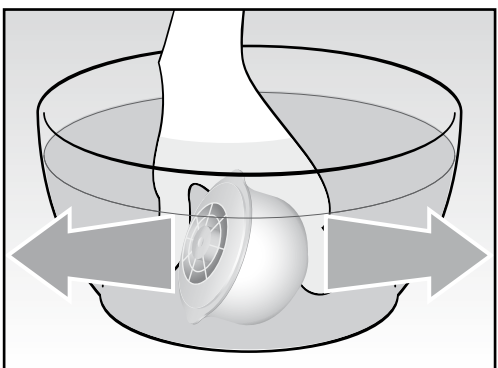
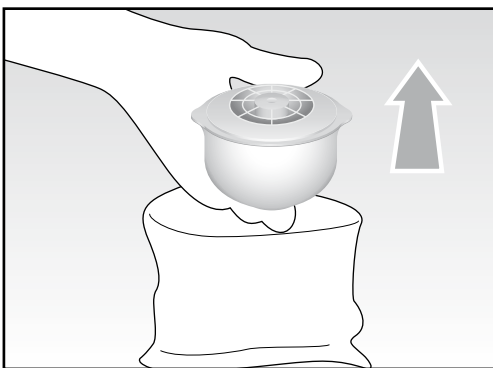

Fig. 8
Fig. 7
- Prepare your filter cartridge (D) by carefully following all of the instructions on the packaging.
- Remove the cartridge from all packaging (Fig. 7). There may be a small residue of black particles (carbon) in the bag or adhering to the cartridge body, this is normal. These particles are harmless and are washed off during the preparation process.
- Shake the cartridge (D) in cold water to ensure that any trapped air bubbles are removed (Fig. 8). Some loose carbon particles may be released during this process. This is normal and does not influence performance.
Die Filterpatrone (D) sorgfältig vorbereiten, wie auf der Packung angegeben. Die Patrone aus der Verpackung nehmen (Abb. 7). Es ist möglich, dass im Beutel ein kleiner Rest schwarzer Partikel (Aktivkohle) zurückbleibt oder an der Patrone haftet. Das ist normal. Diese Partikel sind unschädlich und werden im Verlauf der Vorbereitungsphase weggespült. Die Patrone (D) im kalten Wasser hin und her bewegen, bis alle Luftblasen beseitigt sind (Abb. 8). Dabei treten möglicherweise noch freie Aktivkohlenpartikel aus. Dies ist normal und hat keinen Einfluss auf die Funktionstüchtigkeit. Die Filterpatrone ist nun betriebsbereit.